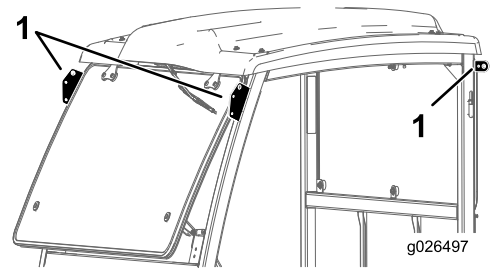

Figura 5
1. Sollevate il telaio della cabina utilizzando i punti di sollevamento e posizionate sulla macchina (Figura 5).